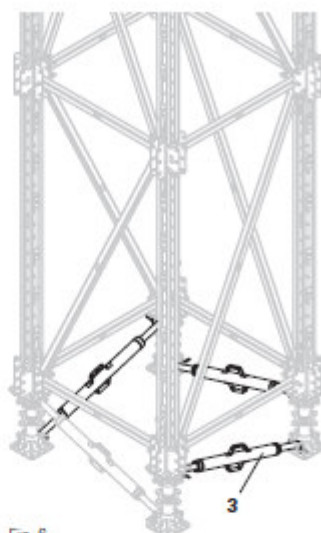

Fig. 6
8. Montare i rimanenti puntoni ad alta portata SLS (3) come descritto al punto 7 e rinforzare la torre. (Fig. 6)
9. A seconda delle esigenze statiche, ciascun albero regolabile ATS 360-550 (1) deve essere ancorato al pavimento con due o quattro viti.